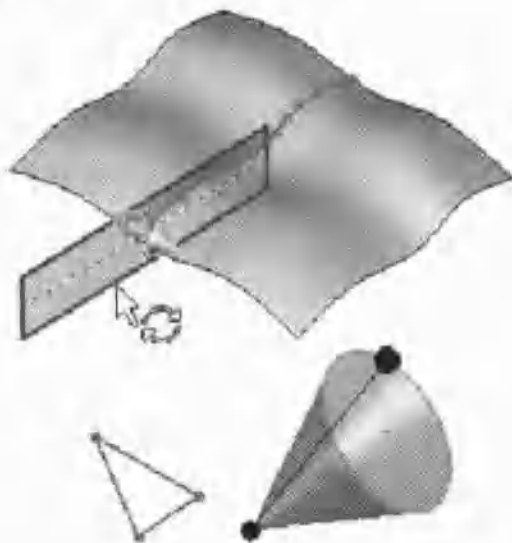

图 1-1 添加放样截面 ►
(1) 可以添加精度更高、控制点更少的放样截面。
(2) 使用添加放样截面命令所添加的放样截面会在其终点自动生成穿透点, 如图 1-1 所示。而以前添加这些剖面与现有引导线并没有几何关系。